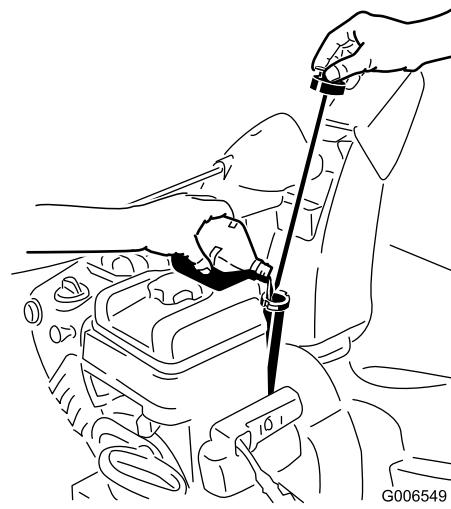

Figure 20
1. Retirez la jauge et versez de l'huile lentement dans le goulot de remplissage pour faire monter le niveau de liquide jusqu'au repère du plein (Full) sur la jauge. **Ne remplissez pas excessivement** (Figure 20). Voir Contrôle du niveau d'huile moteur (page 22).